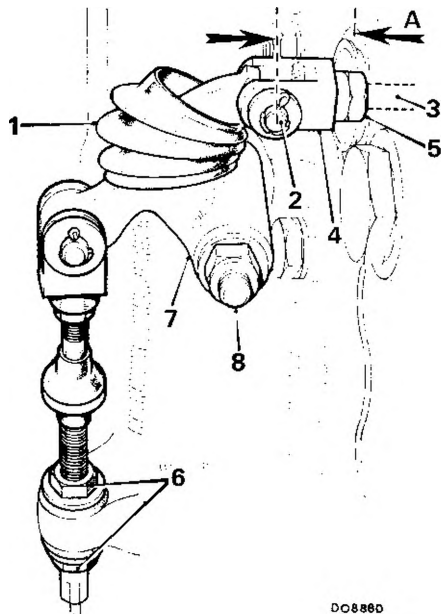

Fig. Fa. 2
3. Far ruotare il braccio della manovella liberandolo dalla forcella del tirante trasversale del selettore e rimontare il perno. Controllare la regolazione "A" come indicato alla Figura Fa. 2 e, se necessario, regolare la forcella come viene descritto al punto 4.
6. a) Modelli precedenti: Selezionare la posizione "N" per mezzo della leva selettore fino a quando il foro nella forcella del cavo sia in linea con la leva a squadra ed il perno con testa sia facile da inserire (vedi figura Fa. 2 alla pagina seguente).